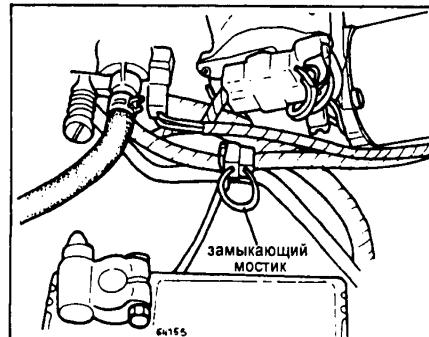

Рис. 8 Отключение реле топливного насоса
- Закоротите клеммы GW и B реле топливного насоса (рис. 8).